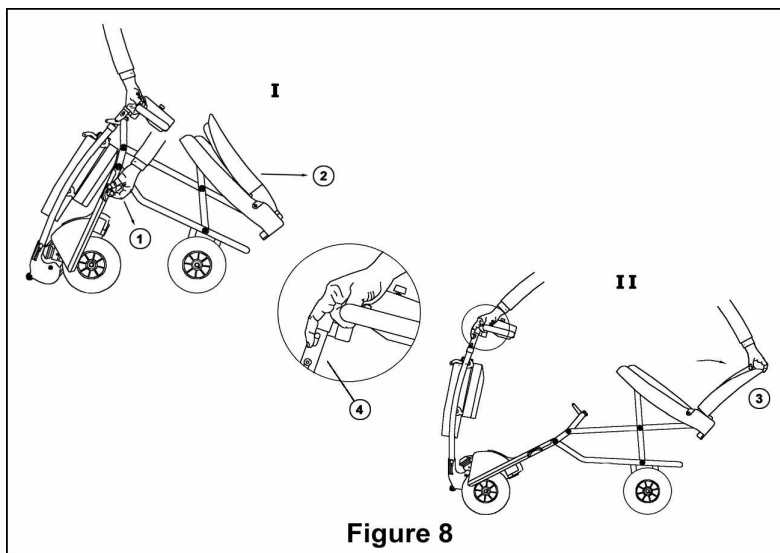

Figure 8
Étape 1 : Tirez sur la goupille de verrouillage du cadre (Fig. 8/1) pour dégager le repose-pied et déposez les roues avant au sol.
Étape 3 : En tenant la partie supérieure du dossier (Fig. 8/3), tirez sur les gâchettes de verrouillage de la colonne (Fig. 8/4) pour dégager la colonne du repose-pieds. Tirez vers l'extérieur pour déplier le scooter EZee Classic jusqu'à ce que le repose-pieds et la colonne se verrouillent en position d'utilisation.